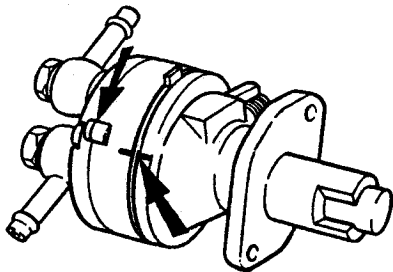

Fig. 95 Emplacement des repères
3. Repérer l'emplacement du couvercle, du boîtier et du corps de pompe (figure 95).